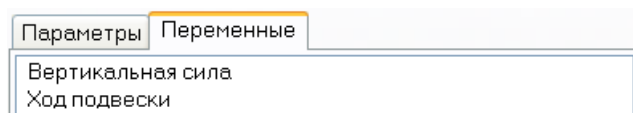

Рис. 52 Переменные теста «вертикальная прокачка»
- 2) Откройте графическое окно и перенесите в него переменные теста, рис. 52. Отложите ход подвески по абсциссе.